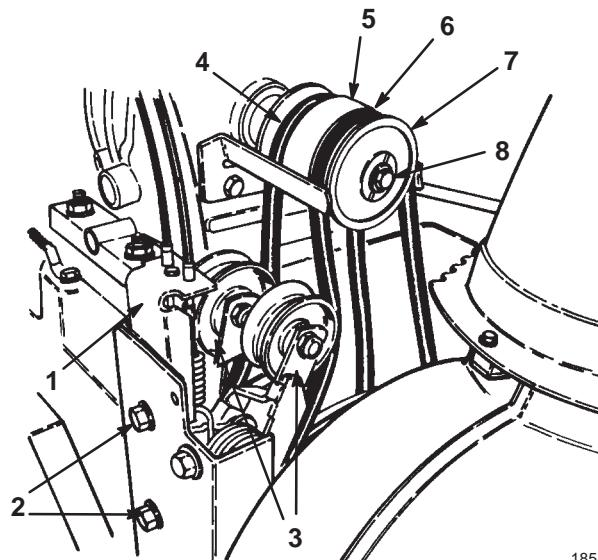

Bild 31
Tauschen Sie den Antriebsriemen von Schnecke/Gebläserad oder den Fahrantreibsriemen aus, wenn er (Bild 31) abgenutzt, ölgetränkt oder auf eine andere Art beschädigt ist.
- Nehmen Sie die beiden Bundbolzen ab, mit denen die Spannscheibengruppe am Motorrahmen befestigt ist, und nehmen Sie die Spannscheibengruppe ab (Bild 31).
- Nehmen Sie die Schraube und die Sicherungsmutter ab, mit denen die Halbantriebsscheibe an der Vorderseite der Spannscheibengruppe befestigt ist (Bild 31).
- Schieben Sie die Halbantriebsscheibe und den Antriebsriemen für Schnecke/Gebläserad von der Kurbelwelle und nehmen Sie den Antriebsriemen ab (Bild 31).
8. Wenn der Fahrantreibsriemen erneuert werden muss, schieben Sie den mittleren Scheibenabschnitt und den Riemen von der Kurbelwelle und nehmen den Riemen von der Scheibe ab (Bild 31).
10. Wenn der Fahrantreibsriemen ausgetauscht wird, legen Sie ihn um den Fahrantrieb und den mittleren Scheibenabschnitt und schieben Sie den mittleren Scheibenabschnitt auf die Kurbelwelle (Bild 31).
11. Installieren Sie den Fahrantreibsriemen an der Spannscheibe (Bild 31).
12. Installieren Sie den Antriebsriemen für Schnecke/Gebläserad an der Halbscheibe und schieben Sie die Halbscheibe auf die Kurbelwelle (Bild 31).
14. Bringen Sie die Scheibengruppe am Motorrahmen an und befestigen Sie sie mit den beiden Bundbolzen (Bild 31).